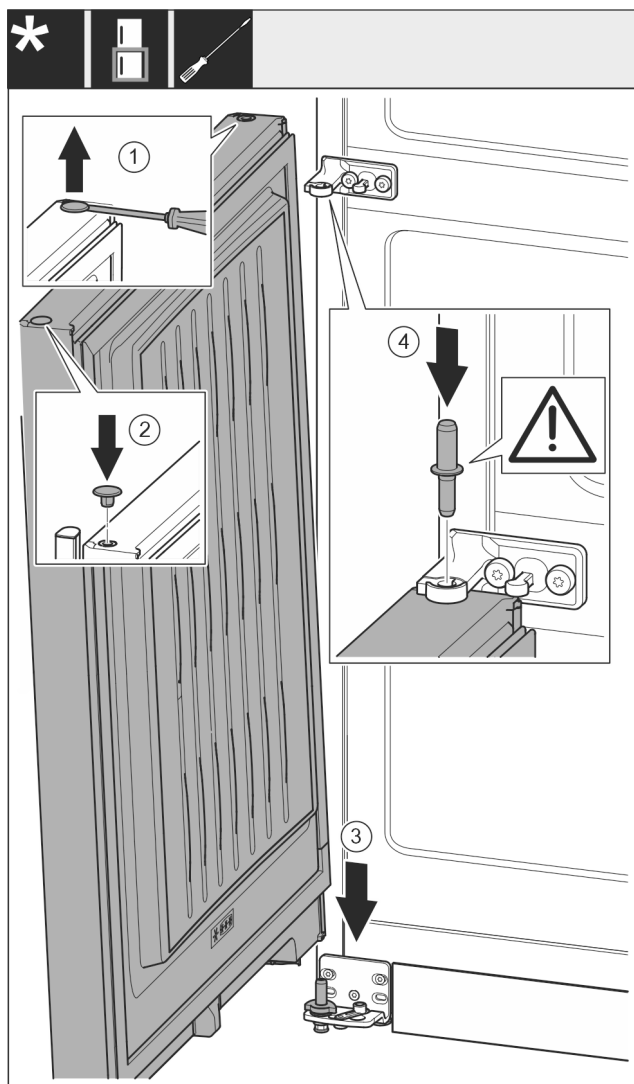

Fig. 56
- ▶ Sollevare il tappo Fig. 56 (1) con cautela con un cacciavite a intaglio ed estrarlo.
- ▶ Reinsertare il tappo Fig. 56 (2) sull'altro lato della porta.
- ▶ Inserire la porta Fig. 56 (3) dall'alto sul perno di supporto inferiore.
- ▶ Inserire il perno di supporto centrale Fig. 56 (4) attraverso il blocco di supporto centrale nella porta inferiore. Facendo ciò assicurarsi che la camma di arresto sia rivolta all'indietro.